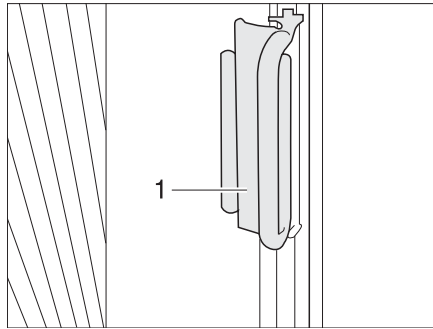

Fig. 27 Dispositif de verrouillage pour dispositif occultant plissé pour la fenêtre côté conducteur/passager
- Pousser sur la pièce de fixation les dispositifs occultants plissés pour les fenêtres côté conducteur et côté passager avec la poignée (Fig. 27,1). Le dispositif occultant plissé est bloqué.